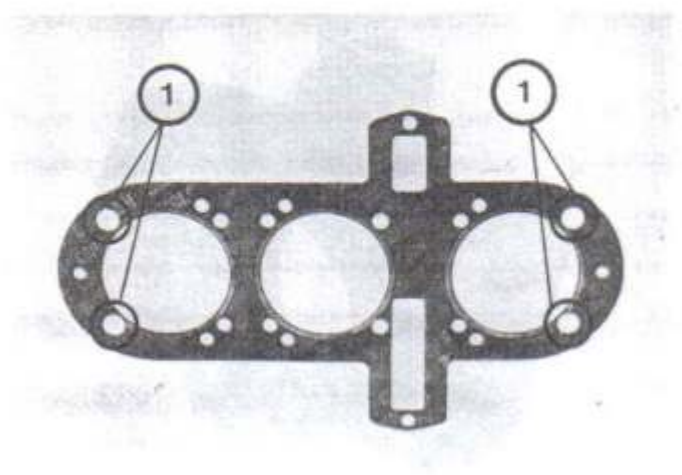

Fig. 67
**ATTENZIONE** - Ai piccoli OR sulla guarnizione della testa che vanno montati sui quattro prigionieri esterni (Fig. 67).
**ATTENTION** - to the small O-rings on the head gasket, which should be mounted on the four outer studs (Fig. 67).